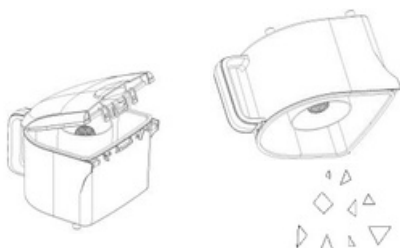

Рис. 2
3. Высыпьте пыль из пылесборника (Рис. 2).